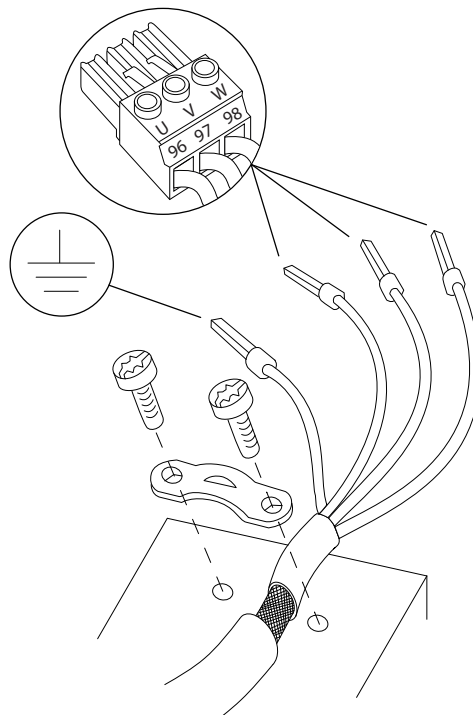

図 4.5 モーター接続
- 章 4.3 接地に記載されている接地に関する指示に従って、最も近接した接地端子に接地ケーブルを接続します。図 4.5 を参照
- 3 相モーター配線を端子 96 (U)、97 (V)、98 (W) に接続します。図 4.5 を参照してください。